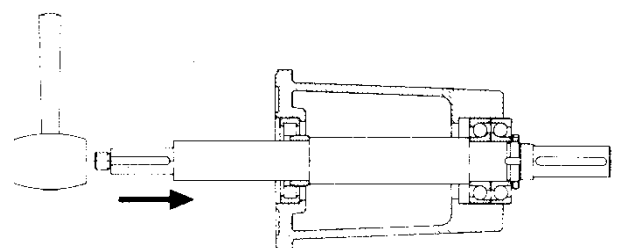

Bild 13
- Spritzring (73) abziehen.
- Sechskantschrauben (S5) bzw. -muttern (M5) lösen und entfernen, Laterne (11) abnehmen.
- Sechskantschrauben (S6) lösen und entfernen, Lagerdeckel (12) abnehmen.
- Welle (24) mit Schrägkugellager (K2) und Innenring des Zylinderrollenlagers (K1), durch leichte Schläge mit Holz- oder Kunststoffhammer, vorsichtig zur Antriebsseite hin heraustreiben (Bild 13).